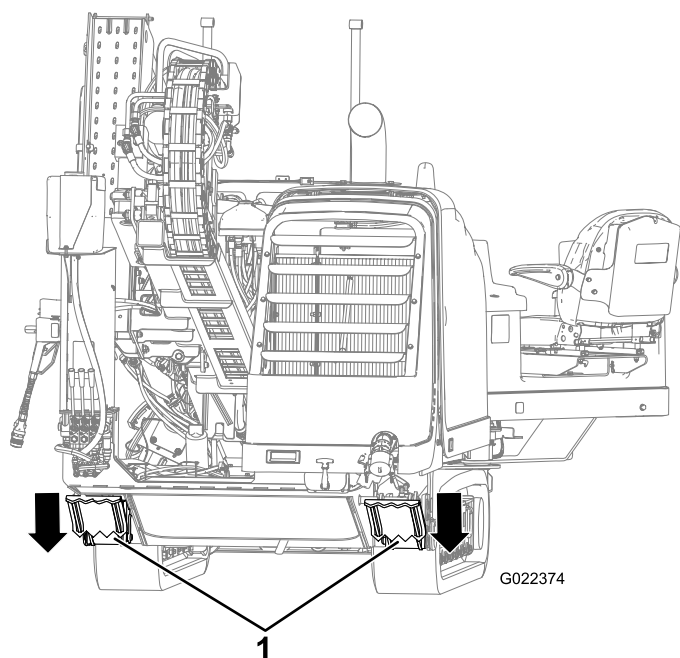

Рисунок 81
10. Опустите задние опоры, чтобы они плотно уперлись в грунт, или так, чтобы получить нужный угол входа (Рисунок 81).